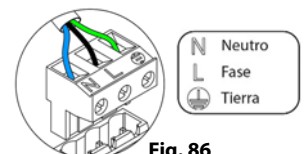

Fig. 86
La conexión de alimentación eléctrica al módulo se realiza mediante una borna de 3 pines (4). Fije los cables con los tornillos de la borna respetando la polaridad de la misma (Fig. 86).